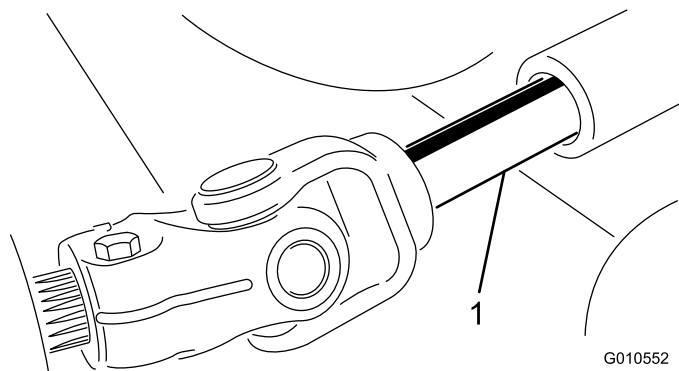

Figura 20
5. Rode a unidade de corte afastando-a da unidade de tracção, separando as secções macho e fêmea do veio da tomada de força (Figura 20).
3. Deslize o veio macho da tomada de força ao veio fêmea da tomada de força (Figura 20).